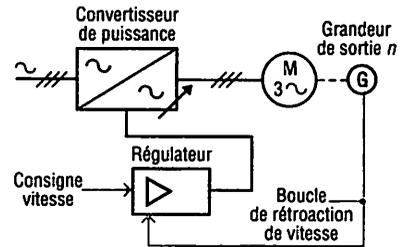

Fig. 13 : Schéma fonctionnel simplifié d'une régulation de vitesse.
- obtention d'une vitesse fixe avec un couple variable (fig. 13) ;